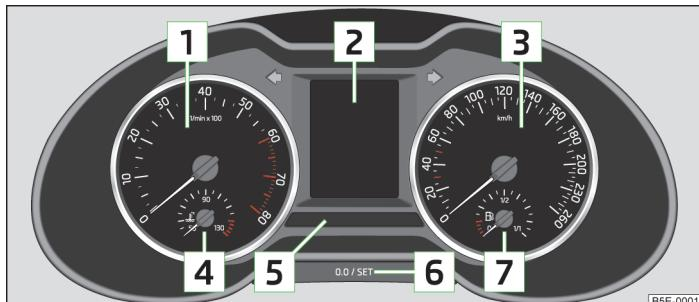

Fig. 2 Cuadro de instrumentos combinado
▪ ¡No accione nunca durante la marcha la tecla **6** en el cuadro de instrumentos combinado » fig. 2 de la página 13, sino que hágalo solo con el vehículo parado!
El sector rojo de la escala del cuentarrevoluciones » fig. 2 de la página 13 marca el sector en el que el sistema comienza a limitar el régimen del motor. El sistema limita automáticamente el régimen del motor a un valor límite seguro.
» Pulse brevemente la tecla **6** » fig. 2 de la página 13.
- » Pulse la tecla **6** » fig. 2 de la página 13 y manténgala pulsada hasta que se muestre en la pantalla **Hora**.
- » Pulse la tecla **6** » fig. 2 de la página 13 y manténgala pulsada hasta que se muestre en la pantalla **Estado de la batería** o bien **BATERÍA SOC**.